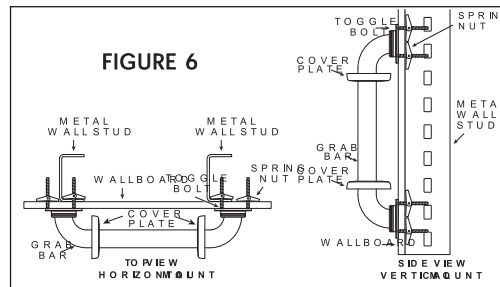

FIGURE 6
4. Placez l'extrémité de la barre d'appui avec les BOULONS À AILETTES fixés de manière à pouvoir pousser les écrous à ressort et l'extrémité des BOULONS À AILETTES dans les trous correspondants qui ont été percés. Les écrous à ressort doivent être complètement introduits dans les trous du mur (voir figure 6).
6. À l'une des extrémités de la barre d'appui, tirez les BOULONS À AILETTES vers vous et serrez-les avec les doigts pour vous assurer que les écrous à ressort se sont pleinement ouverts contre l'endos du mur et des montants de métal (voir figure 6). Si les écrous à ressort ne sont pas totalement ouverts, desserrez les boulons et répétez l'étape 6.